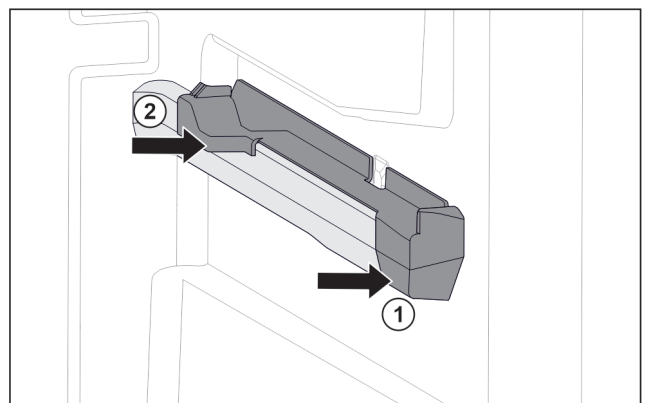

Fig. 75 Вставна частина на правому ребрі для резервуару
- ▶ Одягти вставну частину вперед на ребро резервуару. Fig. 75 (1)
- ▶ Притиснути вставну частину позаду. Fig. 75 (2)